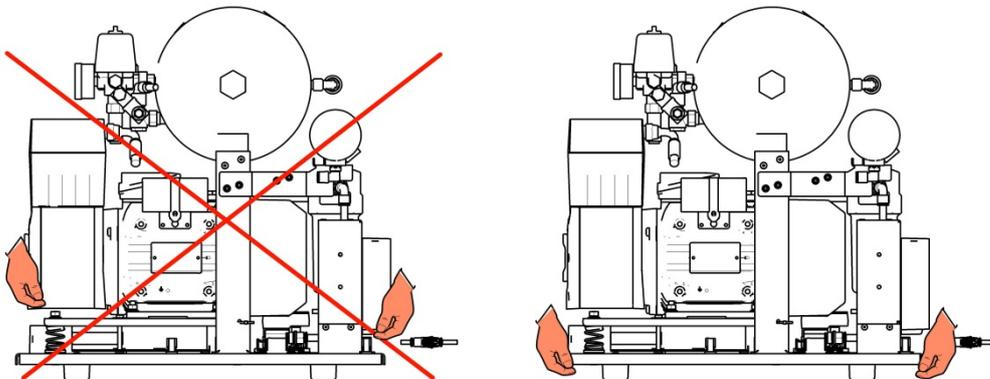

Рис. 6
- Расположите компрессор в месте будущей эксплуатации (рис. 6).